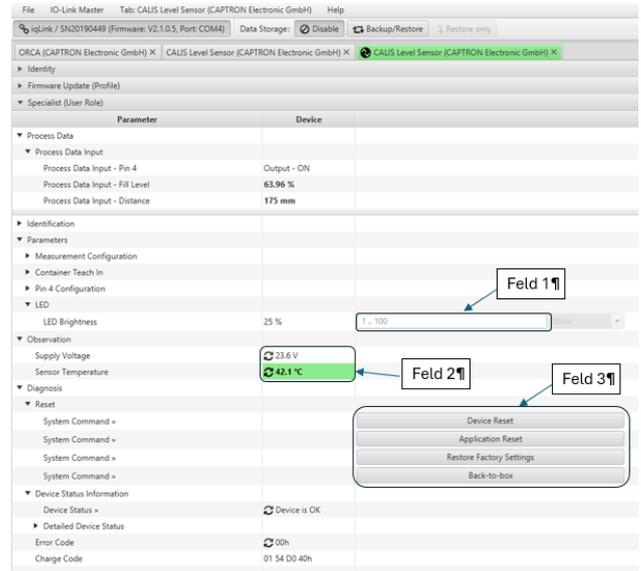

Abbildung 10 - Observation und Diagnosis
- Die Helligkeit kann durch Eingabe eines Prozentwertes von 1 bis 100 % eingestellt werden ("siehe Abbildung 10 - Observation und Diagnosis", Feld1).
In diesem Bereich werden die aktuelle Höhe der Versorgungsspannung und die aktuelle Temperatur der Elektronik im Sensor angezeigt ("siehe Abbildung 10 - Observation und Diagnosis", Feld 2).
Im diesem Bereich kann am Sensor ein Reset durchgeführt werden ("siehe Abbildung 10 - Observation und Diagnosis", Feld 3). Es sind entsprechend dem IO-Link Standard vier Typen von Resets möglich.